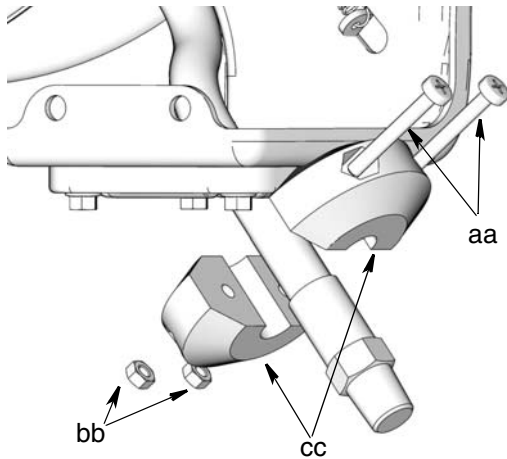

FIG. 20
4. Rimuovere il dispositivo di intercettazione dall'estremità del flessibile e porre tutti i pezzi in un posto sicuro per rimontarli successivamente sul nuovo flessibile (FIG. 20).